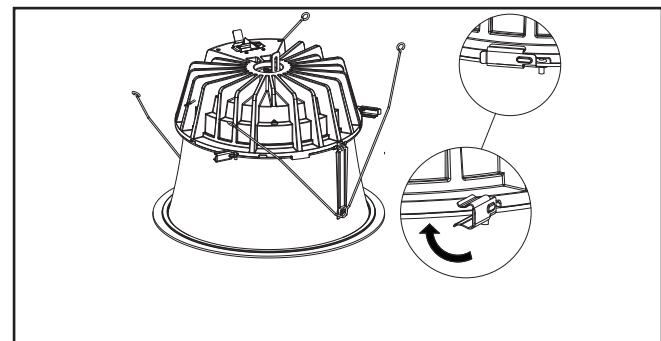

Figure 36
5. Tournez les attaches latérales (3) en place pour fixer l'assemblage de la garniture au moteur lumineux à DEL en toute sécurité (Figure 36).